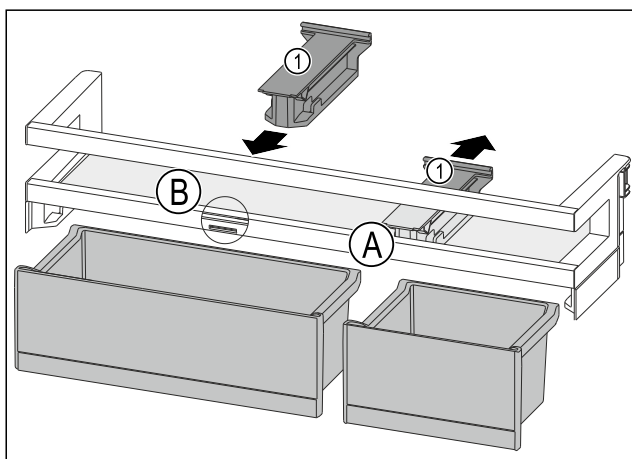

Fig. 87
- ▶ Halte- Teil Fig. 87 (1) in Position Fig. 87 (A) nach hinten abziehen.
- ▶ Halte- teil Fig. 87 (1) in Position Fig. 87 (B) einsetzen.